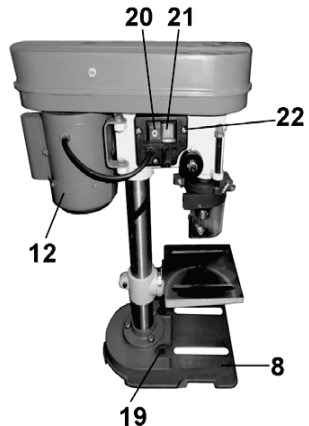

Рис. 3
10.3. Станок оснащен магнитным пускателем (22), предотвращающим самопроизвольное включение после отключения питания, Рис.3. Включение станка производится нажатием на зелёную кнопку (21), отключение станка производится нажатием на красную кнопку (20), Рис.3.